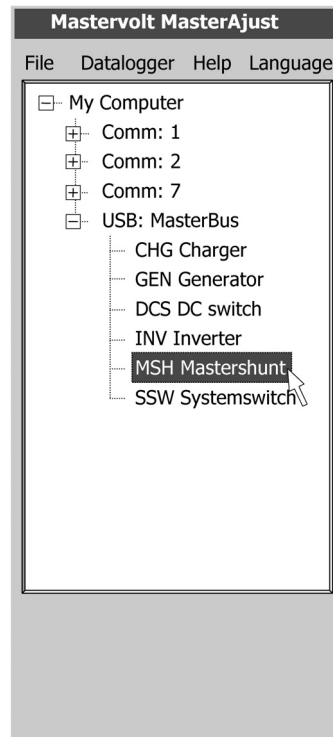

Abbildung 12
- 1 Siehe Abbildung 12. Klicken Sie in der linken Baumansicht auf die Befehlsquelle (Beispiel: *MasterShunt*).